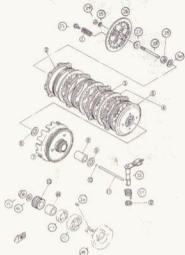
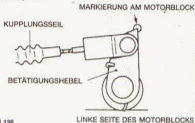

Bild 132
Bild 136
Die Kupplung der YAMAHA DT 80-Motoren ist eine im Ölbad laufende Lamellenkupplung. Wer die Teile der Kupplung auf ihre Weiterverwendbarkeit überprüfen will, muss die Funktion jedes einzelnen Teils kennen. Bild 132 zeigt die in Frage kommenden Teile:
- Die Kupplungsdruckstange, bestehend aus den Bauteilen 11 und 28 in Bild 132, darf nicht verbogen sein. Zum Test über eine Spiegelglasscheibe rollen lassen. Toleriert wird eine Durchbiegung bis zu 0,15 mm.
- Darauf achten, dass die Dämpfungsringe (3 in Bild 132) richtig positioniert und nicht verdreht sind.
- Die Pfeilmarkierung auf dem Kupplungsdeckel soll die Kante des Betätigungshebels (Teil 22) bei spielfreier Stellung an der Gehäusemarkierung anliegt (siehe hierzu Bild 136). Ist diese Einstellung erreicht, wird die Gegenmutter (Teil 24 in Bild 132) mit 8 Nm Anzugsdrehmoment angezogen.